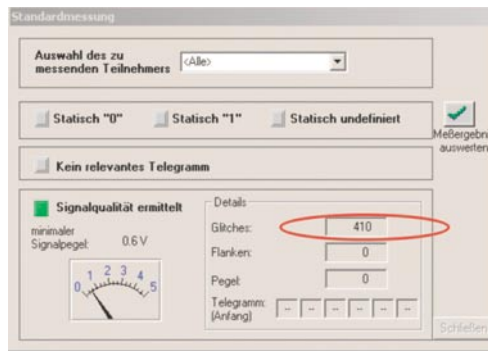

Bild 3: Glitches gestatten eine Aussage zu sporadischen Unterschwingungen, deren Ursachen u. a. bei Reflexionsstellen im Leitungsnetz liegen
- Im vierten Schritt erfolgt die Hardware-Inbetriebnahme mittels SPS-Software. Hier läuft das Feldbussystem erstmals mit den projektierten Betriebsparametern und in der vollen Ausdehnung. Um eine nachvollziehbare Aussage zu Kommunikationsstabilität machen zu können, muss man Signallogik und Signalphysik bewerten (Bild 3).